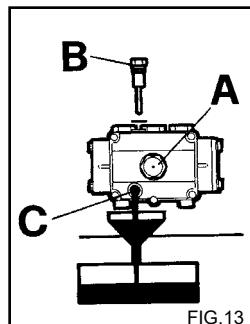

FIG.13
1) Skru aftapningsproppen, under pumpen, af (fig. 13 C).
2) Skru proppen af ved hjælp af oliepinden (fig. 13).